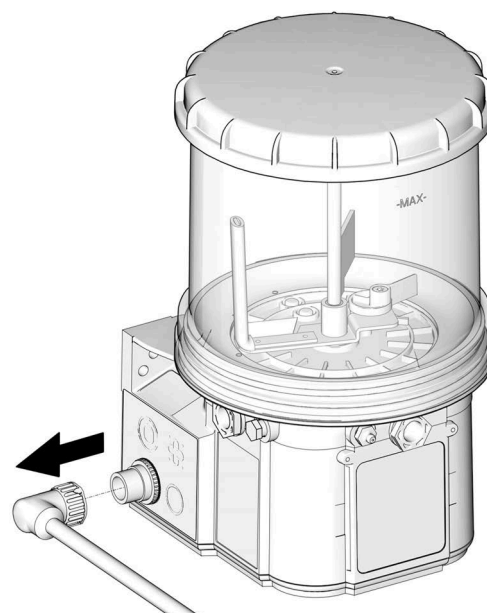

図 20
**注:** バッテリーを外すことができない場合は、電源コード(図 20)を外してください。